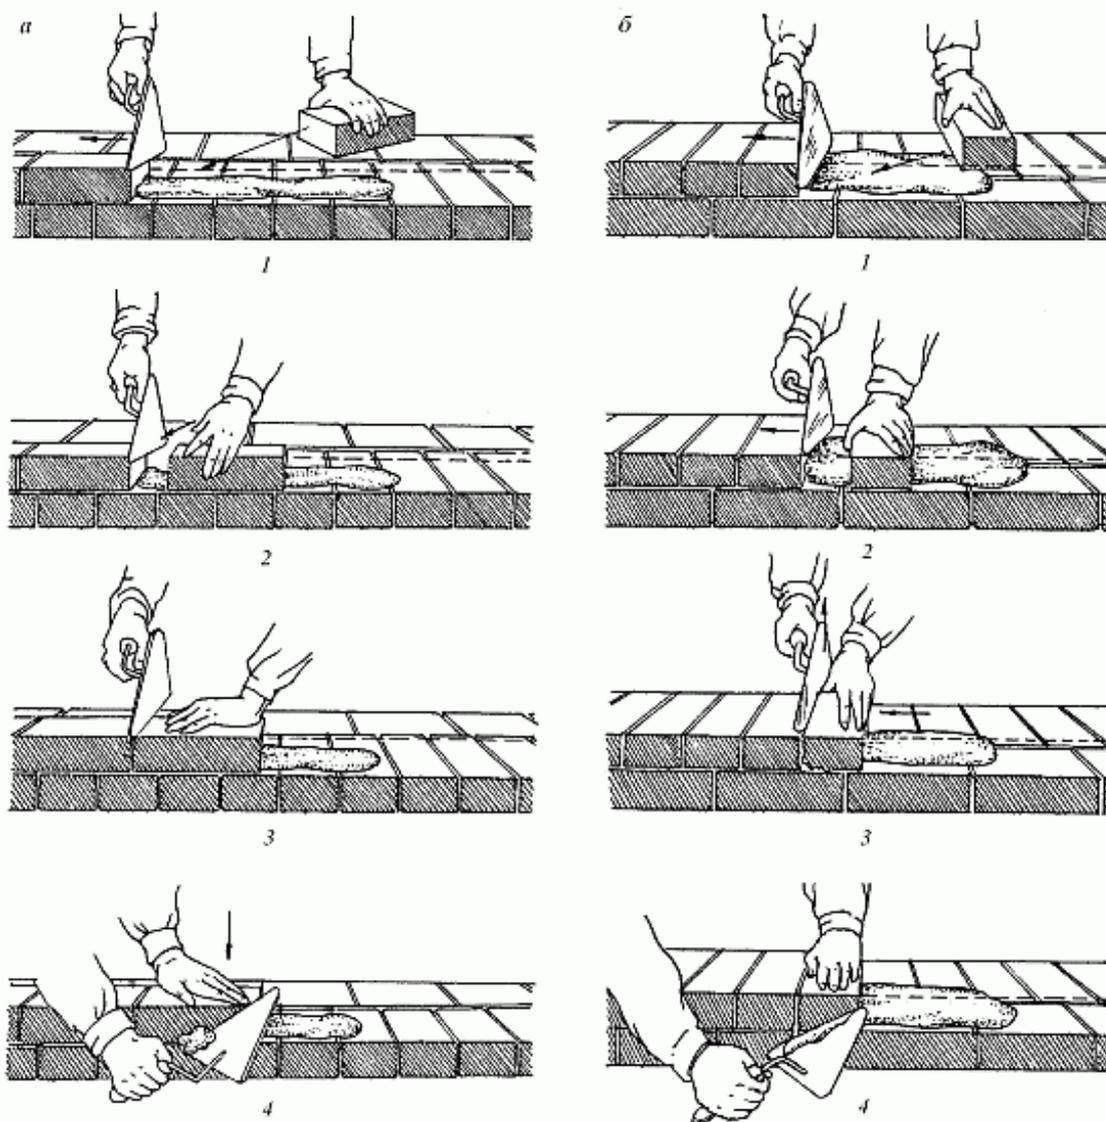

Рис. 10. Кладка вприжим: а – ложкового ряда; б – тычкового ряда; 1–4 – последовательность действий
*Способом вприжим (рис. 10)* выкладывают стены из кирпича на жестком растворе (осадка конуса 7–9 см) с полным заполнением и расшивкой швов. Этим способом укладывают как ложковые, так и тычковые версты. При этом раствор расстилают с отступом от лица стены на 10–15 мм. Разравнивают раствор тыльной стороной кельмы, перемещая ее от уложенного кирпича и устраивая растворную постель одновременно для трех ложковых или пяти тычковых кирпичей. Кладку вприжим выполняют в следующем порядке. Держа в правой руке кельму, разравнивают ею растворную постель, затем ребром кельмы подгребают часть раствора и прижимают его к вертикальной грани ранее уложенного кирпича, а левой рукой доносят новый кирпич к месту укладки. После этого опускают кирпич на подготовленную постель и, двигая его левой рукой к ранее уложенному кирпичу, прижимают к полотну кельмы. Движением вверх правой руки вынимают кельму, а кирпичом, придвигаемым левой рукой, зажимают раствор между вертикальными гранями укладываемого и ранее уложенного кирпича. Нажимом руки осаживают уложенный кирпич на растворной постели. Избыток раствора, выжатый из шва на лицо кладки, подрезают кельмой за один прием после укладки тычками каждых 3–5 кирпичей или после укладки ложками двух кирпичей. Раствор каменист набрасывают на растворную постель. В результате кладка получается прочной, с полным заполнением швов раствором, плотной и чистой. Однако этот способ требует большего количества движений, чем другие, и поэтому считается наиболее трудоемким.